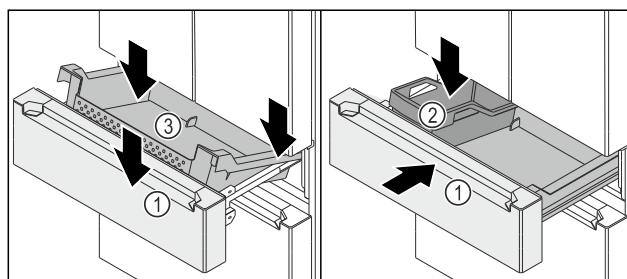

Fig. 150
- Выдвижной отсек Fig. 150 (1) извлечен.
- ▶ Установите контейнер Fig. 150 (3) задней частью на направляющие справа и слева.
- ▶ Опустите контейнер Fig. 150 (3) спереди, чтобы весь контейнер Fig. 150 (3) был установлен на направляющих справа и слева.
- ▶ Установите FlexBox Fig. 150 (2).
- ▶ Вдвиньте выдвижной отсек Fig. 150 (1).